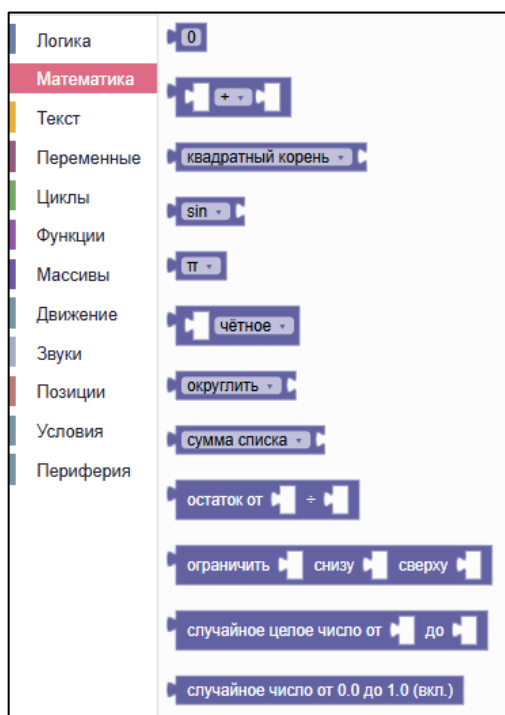

Рисунок II-13 – Раздел «Математика»
- Раздел «Математика» – набор блоков с математическими командами (см. Рисунок II-13).